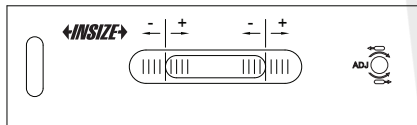

Fig.1
a) Deslice (no coloque) el nivel sobre una superficie limpia, plana y lisa. El lado '-' está a la izquierda y el lado '+' a la derecha (Fig.1).